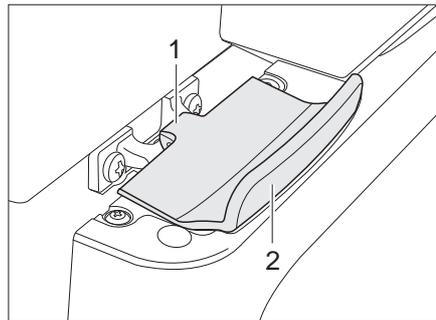

Bild 246 Verriegelung der Kälteboxtür, geschlossen (Thetford)
- Kälteboxtür am Griff (Bild 246,2) öffnen. Die Verriegelung (Bild 246,1) wird automatisch gelöst.